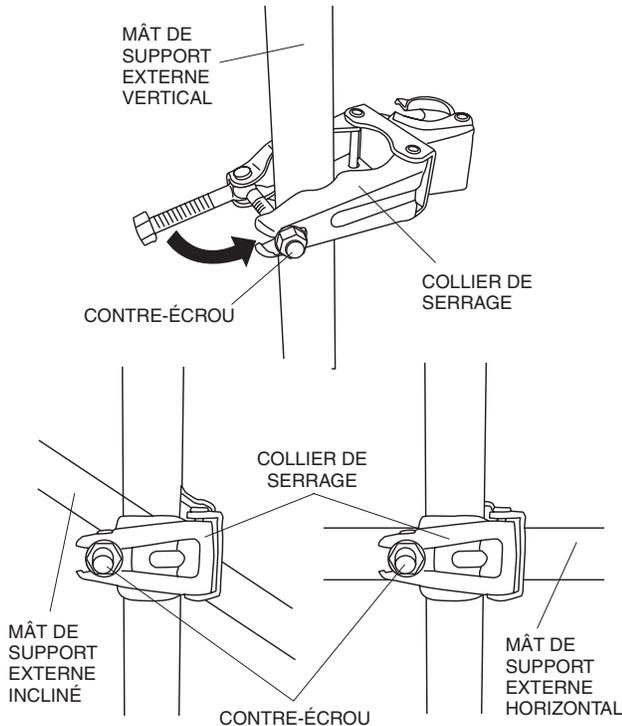

Figure 11. Fixation des colliers de serrage
1. Fixer un des colliers de serrage fournis avec le GBS au mât de support externe. Les colliers de serrage peuvent être fixés au mât vertical, horizontal ou incliné. Voir Figure 11.
2. Bien serrer le contre-écrou à l'aide d'une clé de 19 mm. Cf. Figure 11.